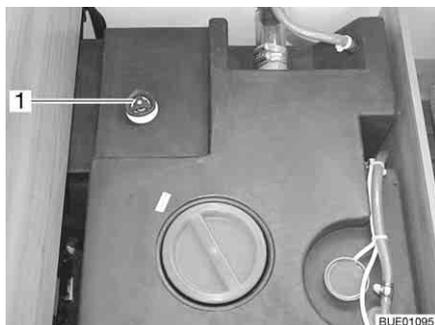

Bild 202 Wassertank mit Drehgriff
- Auf dem Wassertank den Drehgriff (Bild 202,1) entgegen dem Uhrzeigersinn über den Widerstand hinaus bis zum Anschlag drehen, um die Ablauföffnung vollständig zu öffnen.